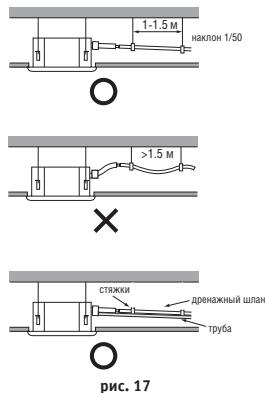

рис. 17
- Чтобы конденсат не затекал обратно в кондиционер после его выключения, дренажный шланг должен быть слегка наклонен вниз наружу (от кондиционера) под углом около 1/50. На шланге не должно быть подъемов и петель (рис. 17-а)
- В процессе подключения дренажного шланга не тяните за него, чтобы не сместить кондиционер. Через каждые 1–1,5 м нужно закрепить шланг, чтобы он не провисал (рис. 17-б).
- Если шланг очень длинный, закрепите его часть, находящуюся внутри помещения с защитной трубой, чтобы он не провисал (рис. 17-с).